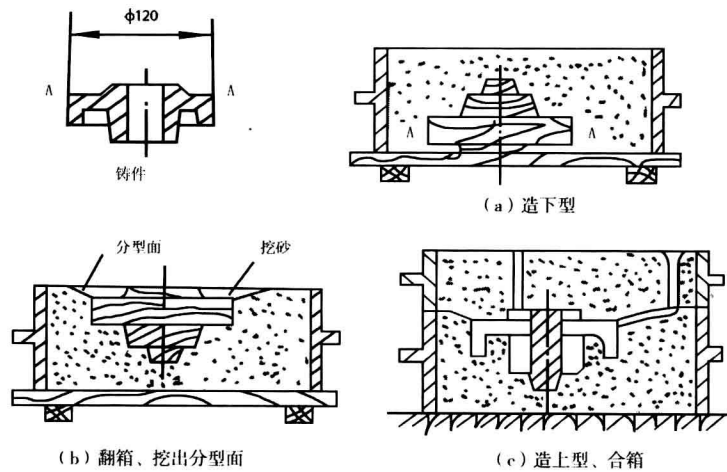

图 2-3 挖砂造型过程
(3) 挖砂造型如图 2-3 所示,是一个皮带轮工件的挖砂造型操作步骤。